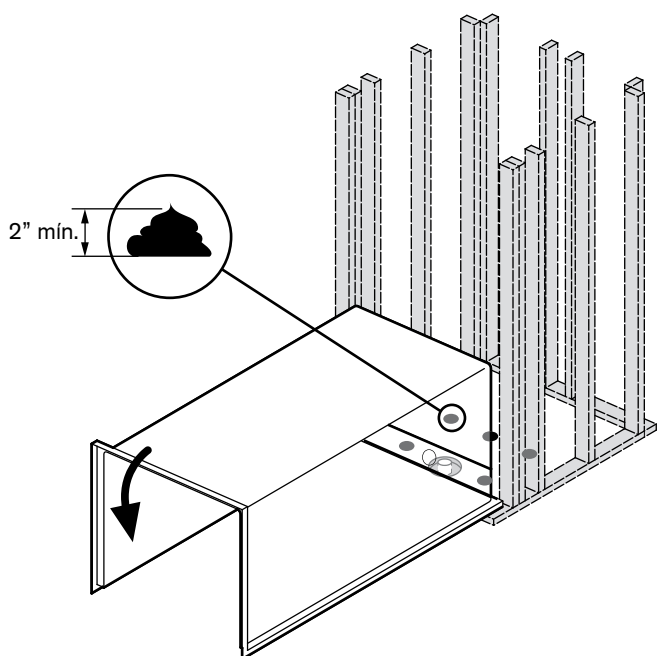

Figura 7
- 13 Coloque la unidad de ducha en la cavidad e inclínala hacia adelante para que el frente repose sobre el piso mientras usted aplica el lecho de lodo. Coloque porciones gruesas (mínimo 2" de alto) siguiendo el patrón que marcó en el piso. El lecho de lodo llenará el vacío para ayudar a soportar el plato. (Figura 7)